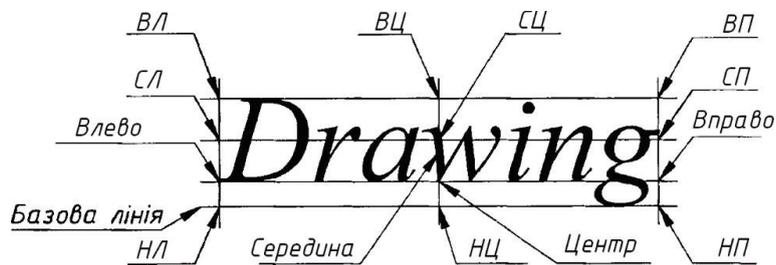

Рисунок 5.4. Розміщення точок вирівнювання відносно текстового рядка
Дев'ять наступних опцій, кожна з яких позначена двома літерами, подібно до трьох останніх з описаних вище, призначені для вирівнювання тексту відносно заданої точки. Літери у назві опції вказують на положення точки вирівнювання відносно тексту. Вони означають: **В** – Верхній (T – Top), **С** – Середній (M – Middle), **Н** – Нижній (B – Bottom), **Л** – Лівий (L – Left), **Ц** – Центральний (C – Center), **П** – правий (R – Right). Отже, вирівнювання за допомогою опції ВЛ (TL) приведе до такого розміщення тексту, коли вказана користувачем точка вирівнювання буде знаходитись у верхній лівій точці рядка. Взаємне положення тексту і різних точок вирівнювання ілюструє рис. 5.4.